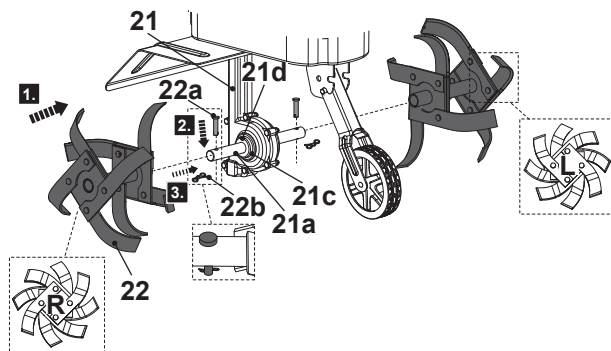

Fig. 2
1. Alinee y monte el rotor (22) en el eje (21a). Asegúrese de que el precinto de tela (21c) y la sobrecubierta (21d) estén en su sitio (fig. 2, paso 1).
2. Gire el rotor (22) hasta que los agujeros de montaje estén alineados.
3. Pase el tornillo (22a) por los agujeros de montaje (fig. 2, paso 2).
4. Fije la conexión pasando la contención (22b) por el agujero del tornillo (22a) (fig. 2, paso 3).